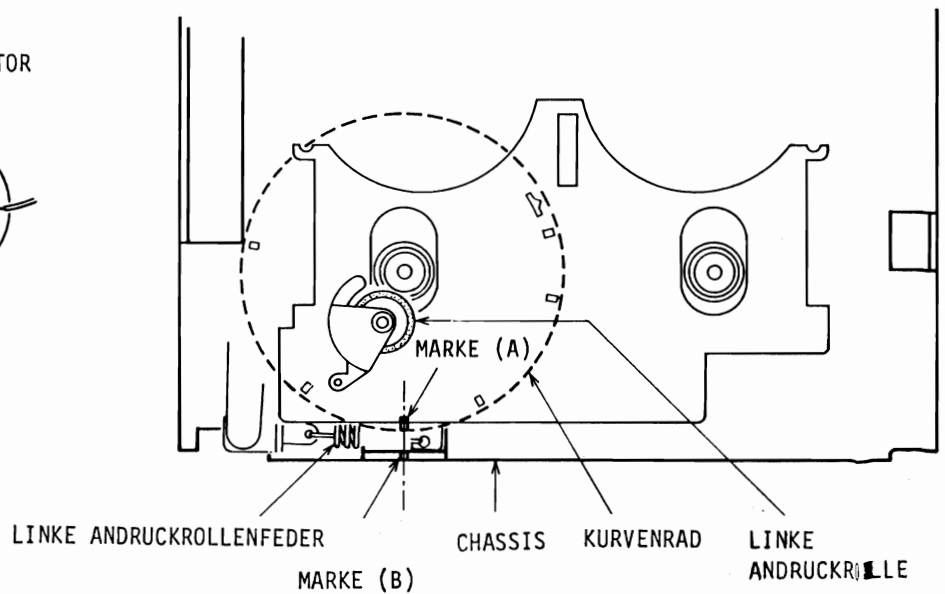

Abb. 5-6
c. Die Schrauben (a) bis (f) in Abb. 5-6 entfernen und den gesamten Mechanikblock leicht herausziehen.